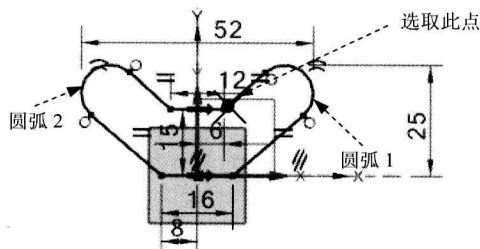

图 2.12.16 水平标注 (四)
⑥ 参照步骤①可标注直线 2 的端点和竖直轴之间的距离 (图 2.12.16), 尺寸值为 6。
⑦ 参照步骤①可标注圆弧 1 和圆弧 2 之间的距离 (图 2.12.16), 尺寸值为 52。